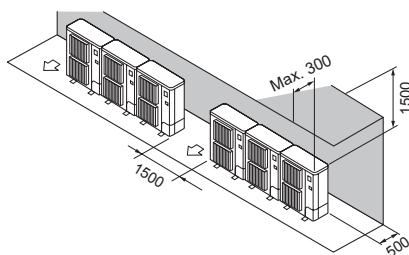

Fig. 2-14
- ② Enbart hinder på baksidan och ovsidan (Fig. 2-14)